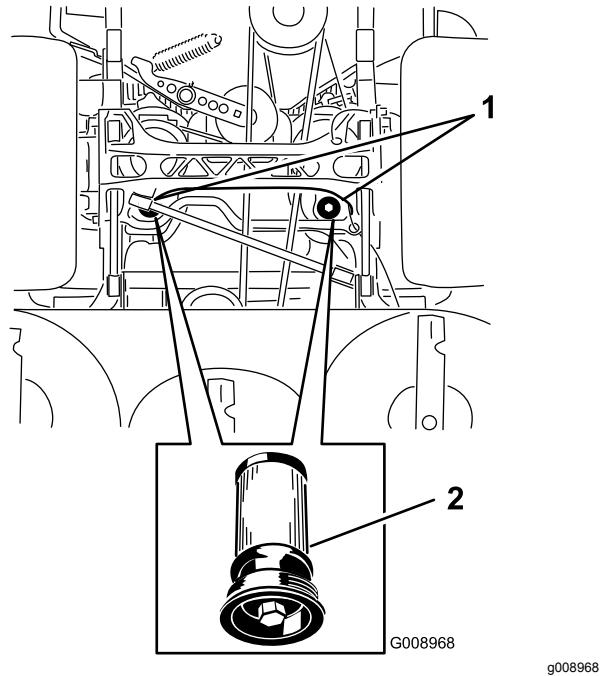

Figure 88
5. Placez un bac de vidange sous le filtre, retirez le filtre usagé et essuyez la surface (Figure 88).
6. Appliquez une fine couche de liquide hydraulique sur le joint en caoutchouc du filtre de recharge (Figure 88).